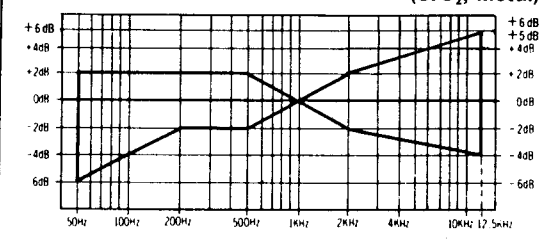

Fig. 14
- Enlever la bande étalon vierge normale et placer la bande étalon QZZCRX (bande CrO_2). Enregistrer les signaux de 50Hz, 100Hz, 200Hz, 500Hz, 1kHz, 4kHz, 8kHz, 10kHz et 12,5kHz. Reproduire ensuite ces signaux et vérifier si la courbe est comprise dans les limites indiquées par le tableau de réponse de fréquence globale pour les bandes CrO_2 (Fig. 14).
- Placer l'UNITE en mode de bande métallique, changer la bande étalon pour la bande étalon vierge QZZCRZ (bande métallique), et enregistrer les signaux de 50Hz, 100Hz, 200Hz, 500Hz, 1kHz, 4kHz, 8kHz, 10kHz et 12,5kHz. Ensuite, lire les signaux et vérifier si la courbe se trouve entre les limites indiquées dans le tableau de réponse en fréquence globale pour les ruban CrO_2 (Fig. 14.)